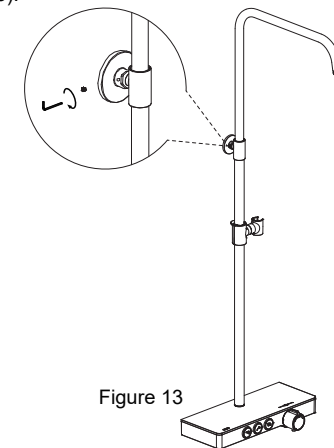

Figure 13
- Raccordez le connecteur de tuyau au support mural et utilisez la clé Allen pour le fixer (Figure 13).